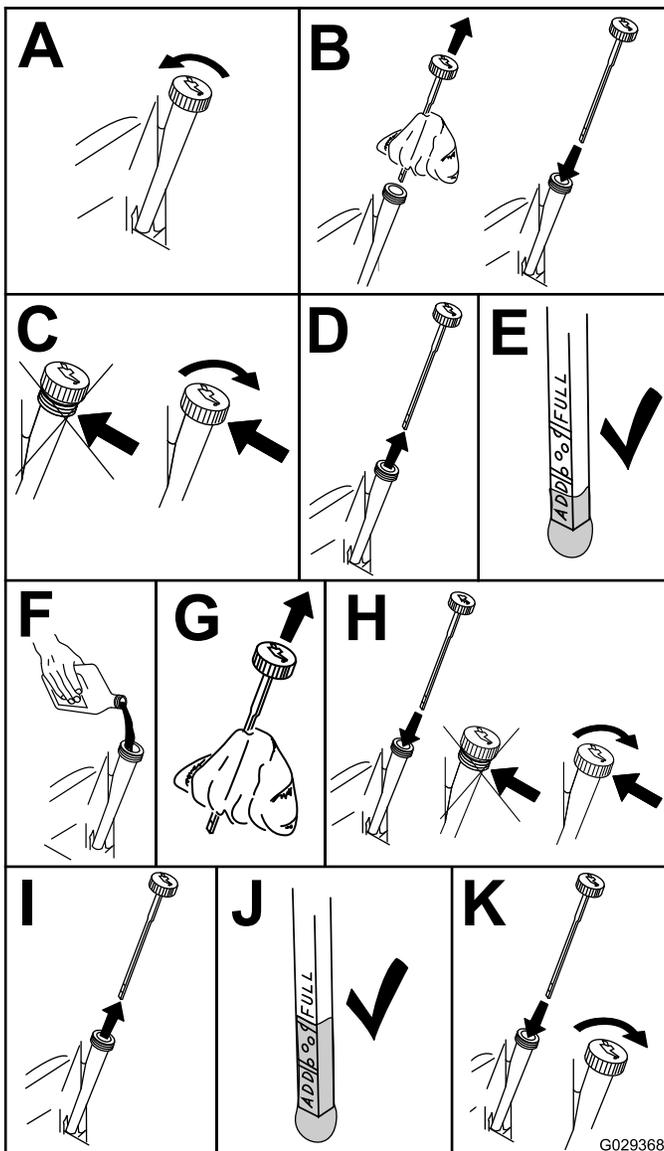

Bild 35
4. Prüfen Sie den Ölstand im Motor (Bild 35).